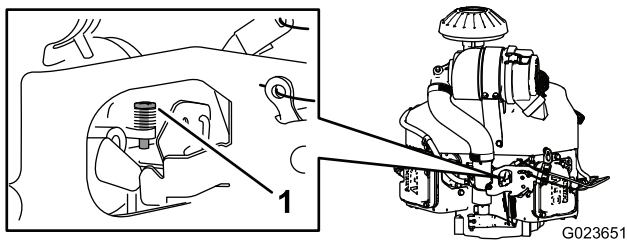

図 68
4. キャブレターのストップねじ(図 68)を使って、アイドル速度を 1350 - 1550 rpm に調整する。